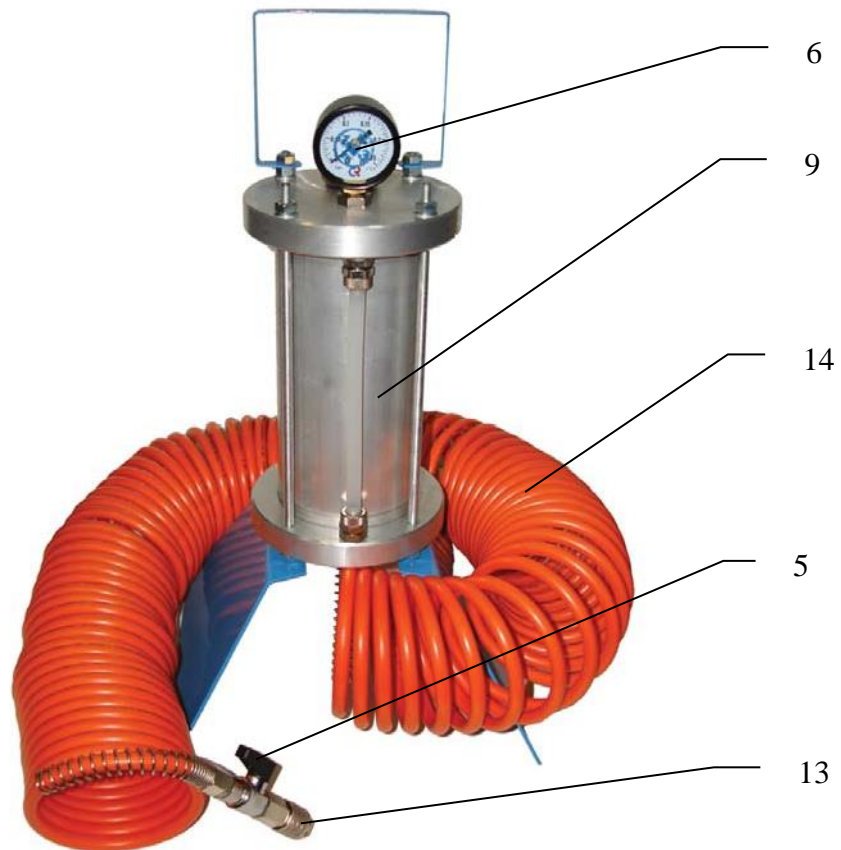

Рис.1 (вид спереди)
- убедитесь в том, что Кран ПОДАЧА (рис.1, поз.5) на Приспособлении находится в положении «Закрето»
- открутите Пробку (рис.3, поз.8) заливного отверстия Резервуара (рис.1, поз.9) Приспособления
- закрутите обратно Пробку (рис.3, поз.8) заливного отверстия Резервуара (рис.1, поз.9) Приспособления. Усилие затяжки от руки должно быть достаточным для гарантированной деформации резинового уплотнения Пробки
(рис.3, поз.8) создайте в верхней «воздушной» части Резервуара (рис.1, поз.9) избыточное давление воздуха в номинальном диапазоне 0,5-1,0 кгс/кв.см, но не более 2 кгс/кв.см, контролируя его с помощью Манометра (рис.1, поз.6)
- разместите Приспособление на горизонтальной поверхности рядом с автомобилем таким образом, чтобы длины Шланга спирального (рис.1, поз.14) было достаточно для удобства работы. В целях экономии новой тормозной жидкости при замене, длину Шланга спирального можно укоротить. Для этого открутите гайку пружинного фитинга на Шланге со стороны Цанги (рис.1, поз.13) либо со стороны Резервуара (рис.1, поз.9), снимите Шланг с фитинга и обрежьте его до нужной длины, затем восстановите соединение в обратном порядке. Однако при выборе окончательной длины Шланга спирального необходимо учитывать влияние фактора взаимозависимости упругости Шланга и веса Приспособления на устойчивость Приспособления. При чрезмерном укорачивании длины Шланга возможно неконтролируемое перемещение Приспособления, что может привести к повреждениям кузова автомобиля или травмам персонала
- подключите Приспособление Цангой (рис.1, поз.13) на конце Шланга спирального (рис.1, поз.14) к присоединительному адаптеру (рис.4, поз.1) на бачке тормозной жидкости автомобиля. При необходимости используйте Адаптер угловой (рис.6, поз.2) из набора
- переключите Кран ПОДАЧА (рис.1, поз.5) в положение «Открыто», тем самым удаляя воздух, находящийся в верхней части бачка тормозной жидкости автомобиля. Переключение осуществляйте медленно, во избежании риска повреждения бачка тормозной жидкости автомобиля
- убедитесь в герметичности соединения между Адаптером (рис.4, поз.1) и Цангой (рис.1, поз.13), обращая внимание на отсутствие утечек тормозной жидкости
- при снижении избыточного давления в верхней «воздушной» части Резервуара (рис.1, поз.9) Приспособления и прекращения поступления новой жидкости в тормозной бачок автомобиля, восстановите с помощью подкачки насосом или внешним компрессором его значение до номинала 0,5-1,0 кгс/кв.см, но не более 2 кгс/кв.см, осуществляя контроль с помощью Манометра (рис.1, поз.6)
- при снижении уровня новой тормозной жидкости в Приспособлении до условного остатка в 10-20% от ёмкости Резервуара (рис.1, поз.9), остановите процесс замены, закрыв прокачные штуцеры
- снимите избыточное давление воздуха в верхней «воздушной» части Резервуара (рис.1, поз.9) с помощью золотника вентиля Шредера в Пробке (рис.3, поз.8)
- переключите Кран ПОДАЧА (рис.1, поз.5) в положение «Закрото»
- ***соблюдая меры предосторожности при работе с вредными жидкостями, а также используя текстильную ветошь и средства защиты лица и рук,*** отсоедините Цангу (рис.1, поз.13) от Адаптера (рис.4, поз.1), а затем снимите присоединительный Адаптер (рис.4, поз.1) с бачка тормозной жидкости в автомобиле. В связи с тем, что тормозная жидкость может повредить ЛКП автомобиля, старайтесь избегать её чрезмерного разлива при этом. В случае необходимости нейтрализуйте вредное воздействие от разлива тормозной жидкости на ЛКП, сразу удалив текстильной ветошью её потёки и промыв места попадания, используя в т.ч. средства для мытья и/или очистки ЛКП автомобиля